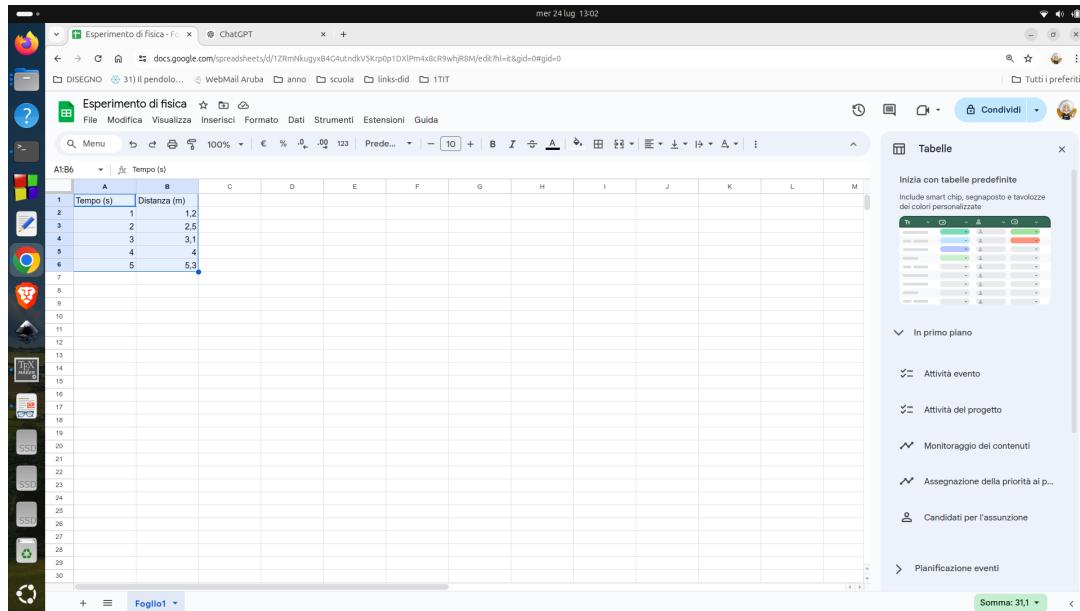

Figura 3.19 – Selezione dei dati.
1. Seleziona i dati inseriti nelle colonne A e B. Puoi farlo cliccando e trascinando il mouse dall'angolo superiore sinistro (A1) all'angolo inferiore destro (B5) dei tuoi dati (figura 3.19).